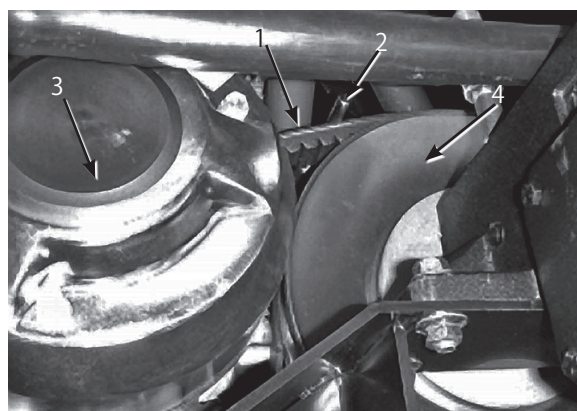

図50
1. 二次クラッチの近くにある2つのベルト・ガイド(図50)をゆるめる。
2. 二次クラッチを回しながら二次クラッチ部分でベルトを外す(図50)。
3. 一次クラッチからベルトを外す(図50)。
4. 新しいベルトを一次クラッチに掛ける(図50)。
5. 二次クラッチを回しながら二次クラッチにベルトを掛ける(図50)。